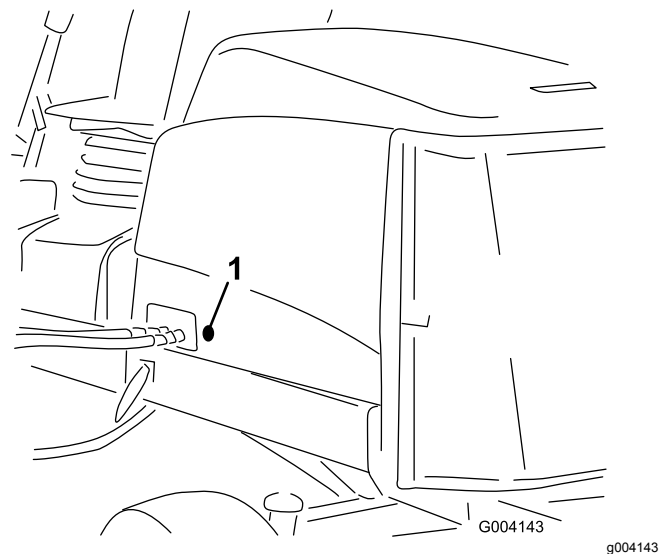

**Figura 15**
A mola de compensação de relva (Figura 15) transfere peso do cilindro dianteiro para o cilindro traseiro. Isto ajuda a reduzir o efeito ondulado na relva, também conhecido como ondulação ou “bobbing”.
1. Certifique-se de que o contrapino do gancho está instalado no orifício traseiro na haste da mola (Figura 15).
2. Aperte as porcas sextavadas na extremidade dianteira da haste da mola até que o comprimento comprimido da mola seja de 12,7 cm nas unidades de corte Reelmaster 5410 de 12,7 cm ou de 15,9 cm nas unidades de corte Reelmaster 5510 de 17,8 cm; consulte a Figura 15.